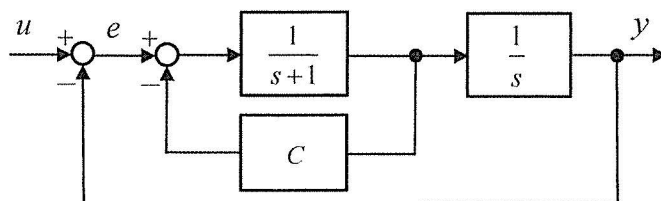

Fig.7-2
(2) Fig.7-2に示すブロック線図で表されるシステムを考える。以下の問いに答えよ。